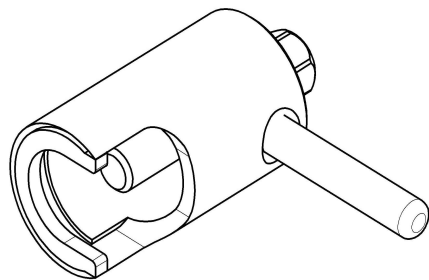

Рис.34 Съемник крыльчатки.
- снять крыльчатку при помощи специального съемника (см. рис.34);